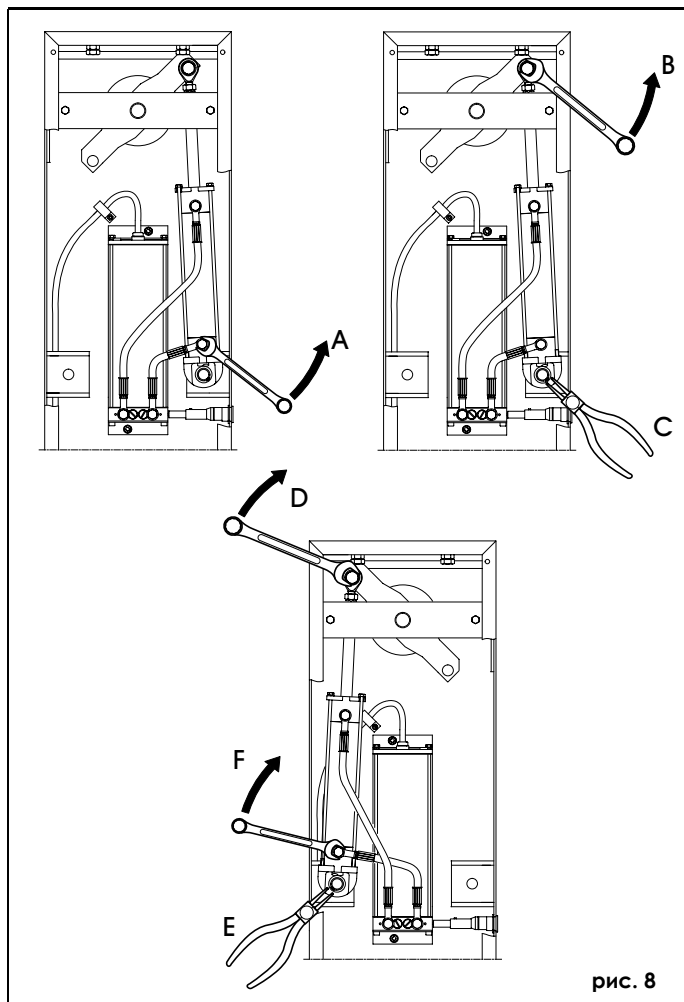

рис. 8
- 2) Ослабьте болт маслопровода (рис. 8, поз. А).
- 3) Открутите болт крепления поршня (рис. 8, поз. В) и снимите запорное кольцо (рис. 8, поз. С).
- 5) Переместите поршень влево и закрепите его с помощью болта (рис. 8, поз. D) и вставьте снятое ранее запорное кольцо (рис. 8, поз. E).
- 6) Затяните болт маслопровода (рис. 8, поз. F).